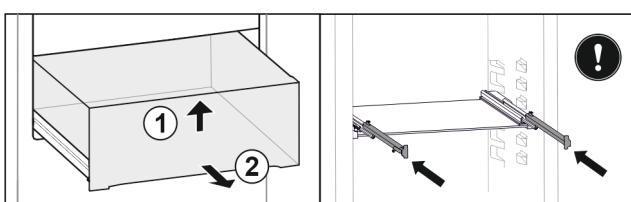

Fig. 71
- ▶ 抬起抽屉前部。Fig. 71 (1)
- ▶ 朝前取出抽屉。Fig. 71 (2)